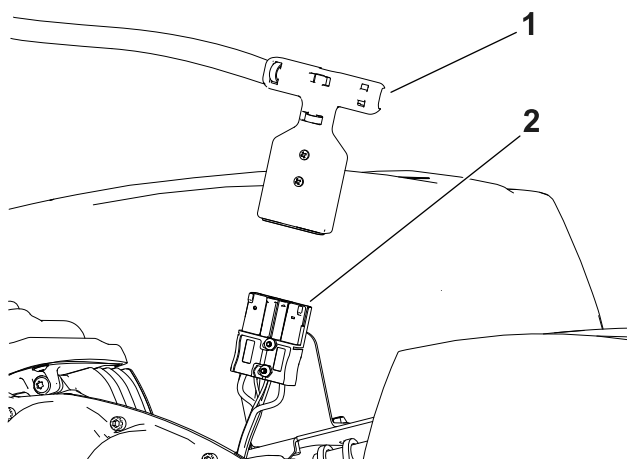

Figura 20
5. Desconecte la batería tirando del conector del asa en T para sacarlo del conector de alimentación principal (Figura 20).